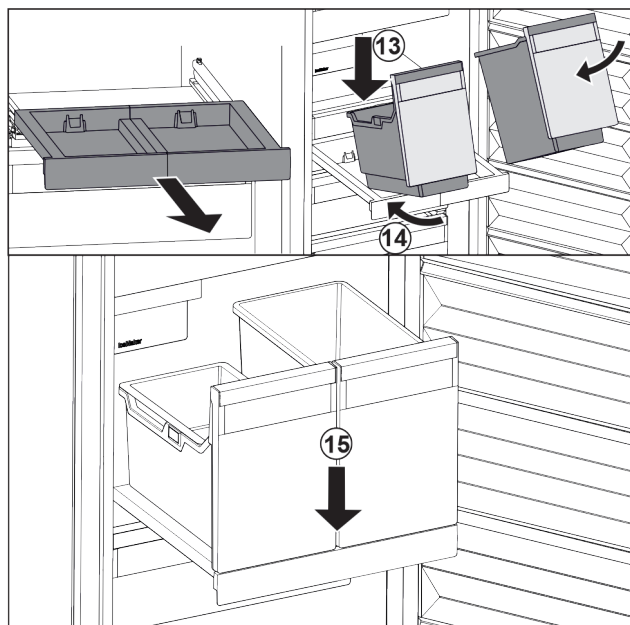

Fig. 31
- Coloque el contenedor en diagonal sobre la balda extraíble. Fig. 31 (13)
- Empuje el recipiente hacia atrás en diagonal. Fig. 31 (14)
- Coloque el contenedor en la parte delantera. Fig. 31 (15)